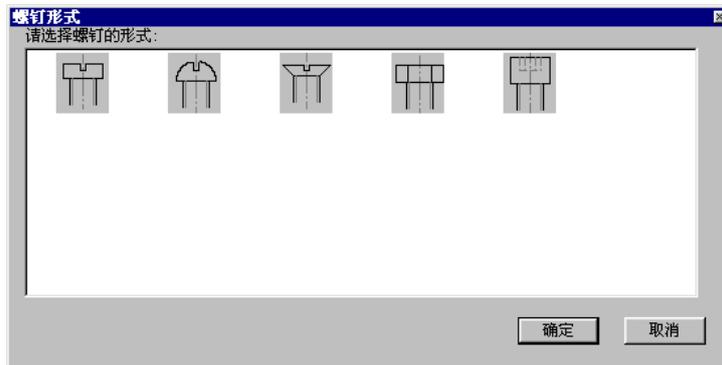
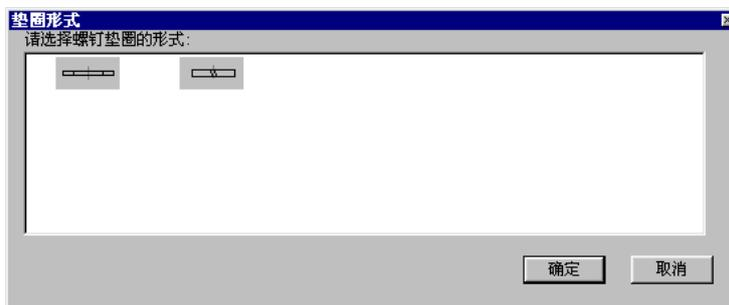

图4.2-50
图4.2-51
单击图 4.2-42 中的〈紧固件〉，出现图 4.2-50 的对话框，选择装配联接件组的形式，如螺栓联接、螺钉联接、螺柱联接等等。以下以螺栓加螺母紧固形式为例来说明该图库调用的整个操作过程。
- ① 单击〈紧固件〉菜单，出现图 4.2-50，选择联接形式；
- ② 单击螺栓加螺母紧固形式，此图片颜色加深；单击〈下一步〉按钮；
- ③ 出现图 4.2-51 螺钉形式，选择螺钉头形式，有圆柱头、沉头、内六角头、半圆头、外六角头等，将光标移至圆柱头螺钉上单击鼠标左键，单击〈下一步〉按钮或直接双击该图标；